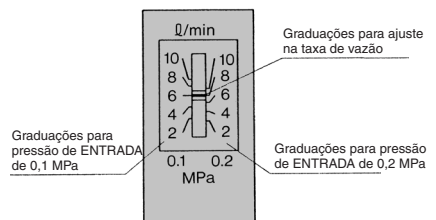

Fig. 1 Plaqueta de identificação da janela
5. A plaqueta de identificação na janela indicadora (Fig. 1) é somente uma orientação. Para uma definição precisa, monte um fluxômetro a jusante do fluxostato e defina o nível. E, ao configurar os níveis com uma taxa de vazão baixa em pressões de 0,2 MPa ou mais, pode haver uma interferência entre a agulha indicadora e a placa da escala. Em tais casos, desconecte a agulha indicadora e a placa da escala antes da definição. Após a definição, é possível reconectar a agulha indicadora e a placa da escala nas posições de sua escolha.